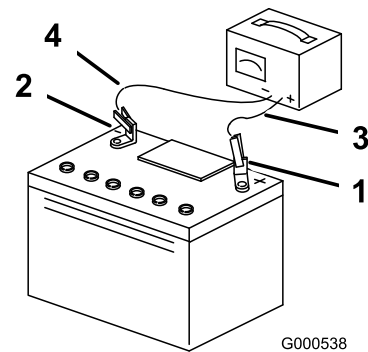

Figure 38
3. Quand la batterie est chargée au maximum, débranchez le chargeur de la prise, puis débranchez les fils du chargeur des bornes de la batterie (Figure 38).